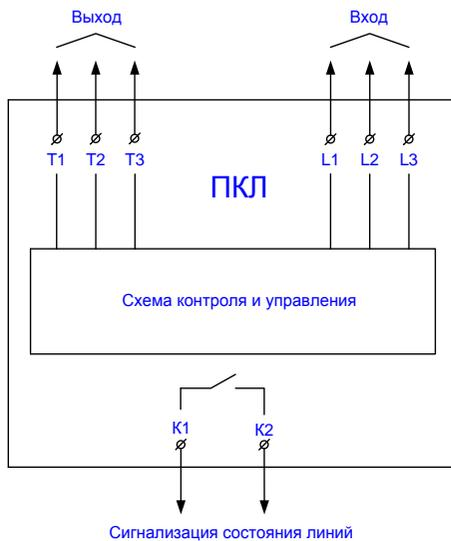

Рис. 2. Функциональная схема ПКЛ
5.2. Функциональная схема ПКЛ приведена на рис. 2.